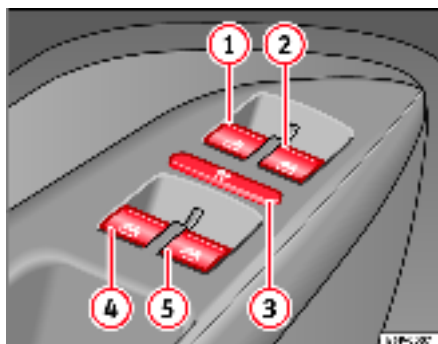

Fig. 69 Détail de la porte du conducteur : commandes pour les vitres avant et arrière
Les touches ⇒ page 111, fig. 69 ① et ② disposent de deux positions pour l'ouverture des vitres et de deux autres pour leur fermeture. Il est ainsi plus simple de contrôler les processus d'ouverture et de fermeture.